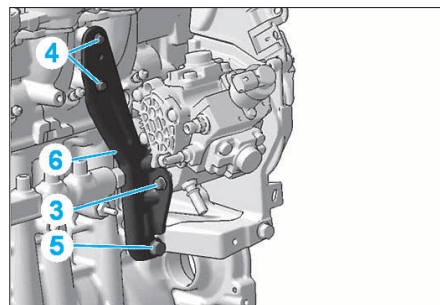

FIG. 41
- Dévisser l'écrou (2) pour extraire la poulie de l'axe de la pompe haute pression carburant.
- Déposer (Fig.41 et 42) :
- les vis du support arrière de la pompe haute pres- sion (3)
- les vis (4) du support arrière de la pompe haute pression
- les vis du support arrière de la pompe haute pres- sion (5)
- le support arrière (6) de pompe haute pression